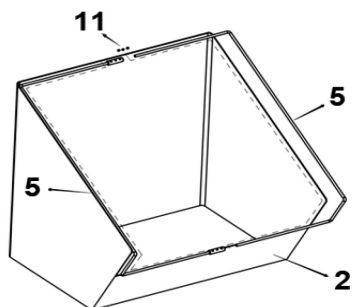

Рис. 8
Проденьте две части каркаса сборника (5) в специальные петли на верхней части мешка сборника (2) (Рис. 8).